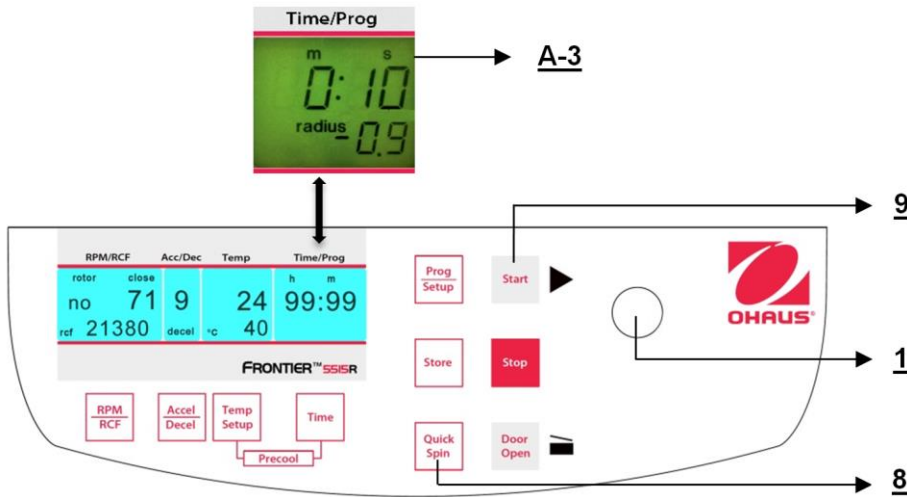

Figura 26
Puede arrancar la centrífuga ya sea con el botón **"Start"** (9) (vea la Figura 26) o con el botón **"Quick Spin"** (8). Con el botón **"Start"** (9), puede iniciar operaciones almacenadas u operaciones con parámetros preseleccionados manualmente.